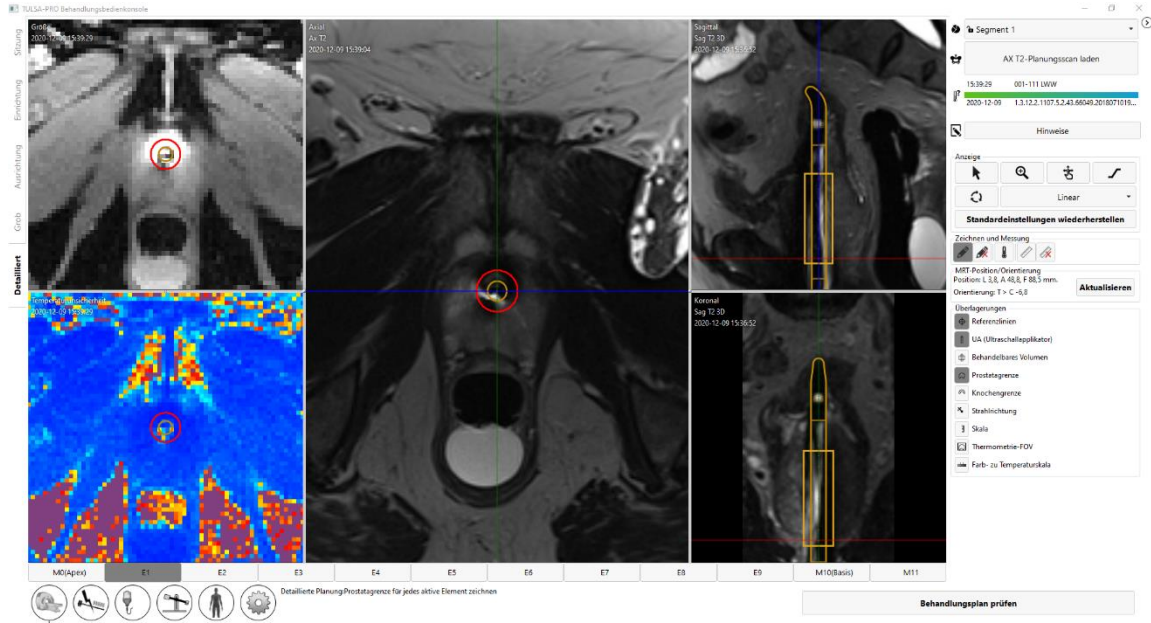

Abbildung 69: Arbeitsbereich „Detaillierte Planung“ mit Thermometriestärke und Temperaturunsicherheit
6. Radiologe: Verwenden Sie  **Laden ... Scan**, um das AX T2-Bild zu laden. Nach dem Laden der Thermometrie-Scans werden zum Erleichtern der Behandlungsplanung die Ansichten **Stärke** und **Temperaturunsicherheit** angezeigt (Abbildung 69).